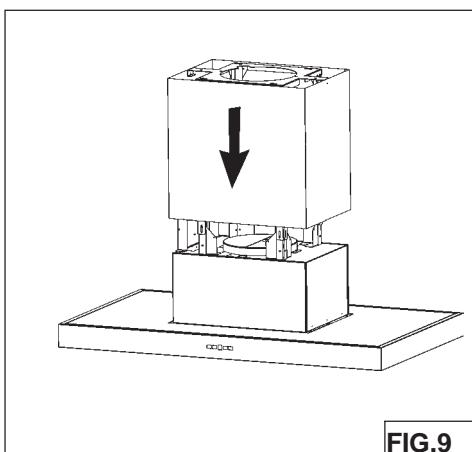

FIG.9
- Sujete el **conducto superior** a la parte superior del armazón de soporte (Fig. 9).
- Monte la campana al techo con los (4) tornillos 6x70mm instalados previamente. Estos apriete los tornillos. Instale (2) tornillos de 6x70mm adicionales, como se muestra en la ilustración. Asegúrese de que todos los (6) tornillos estén firmes.
- Asegure la campana en el techo e instalar el (2) tornillos adicionales (6x70mm).